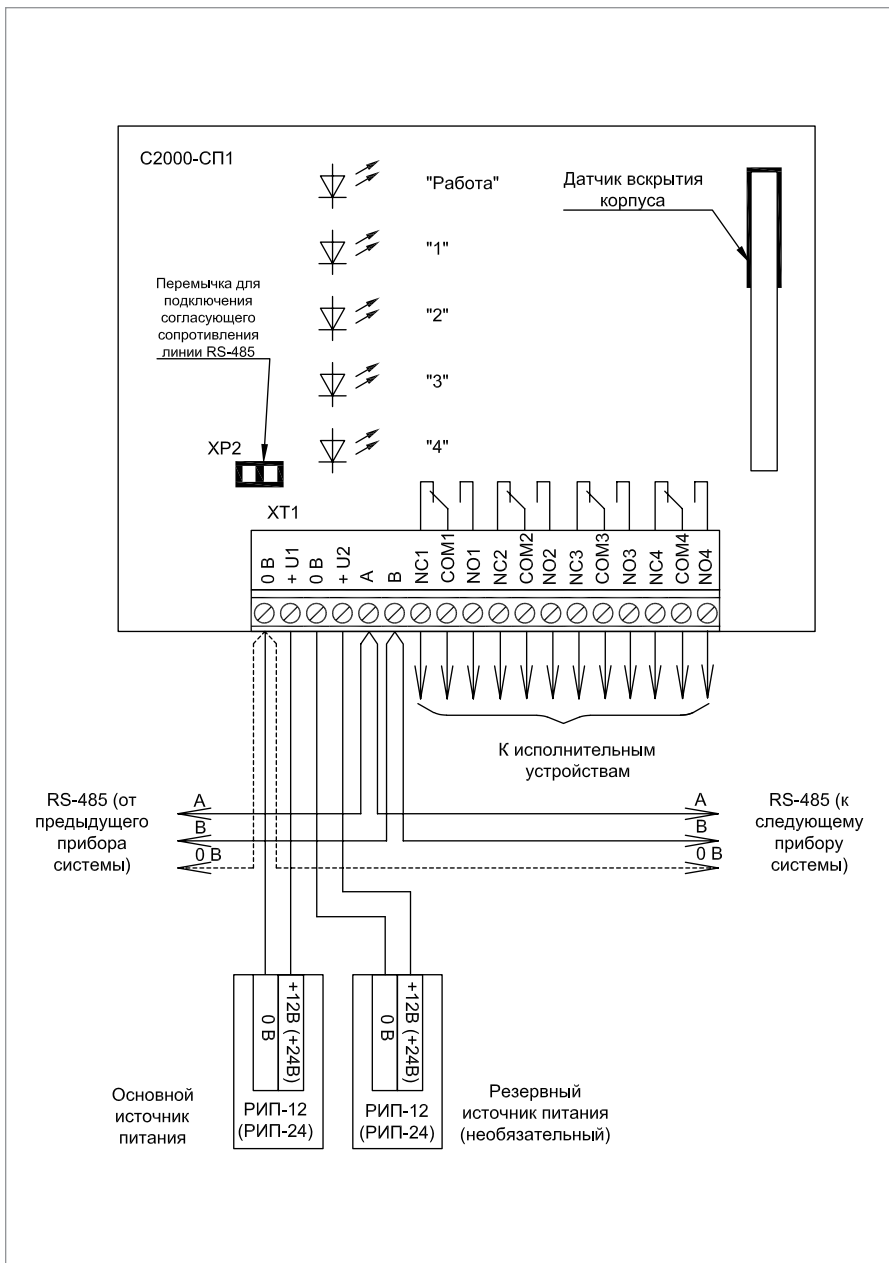
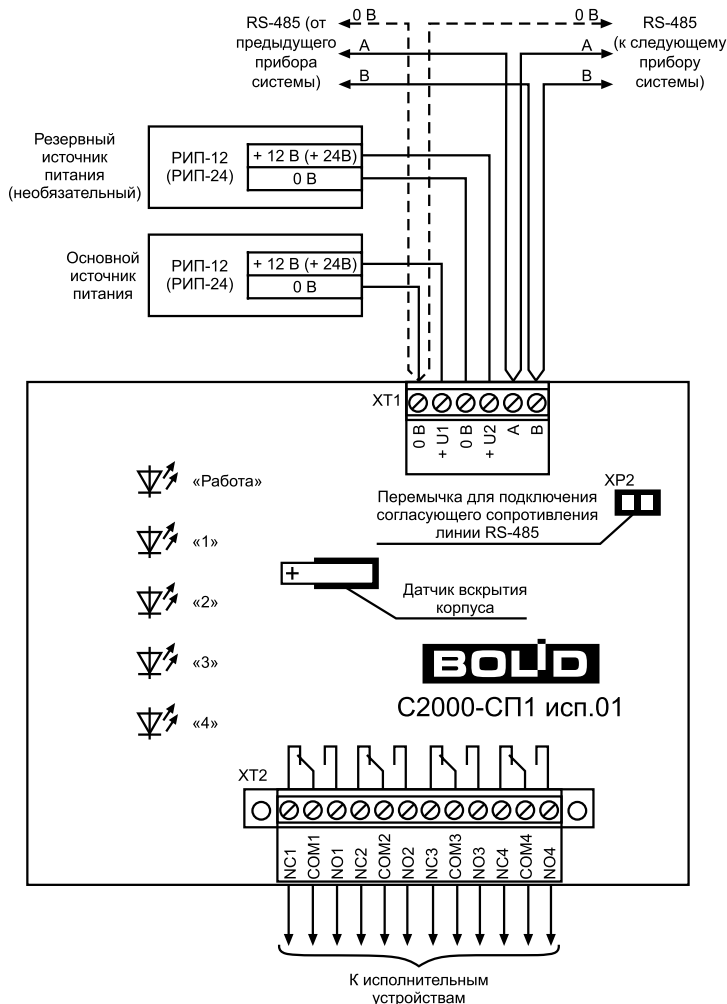

Рисунок 11. Схема внешних соединений блока C2000-СП1
Рисунок 12. Схема внешних соединений блока C2000-CP1 исп.01
4. Схема подключения блока С2000-СП1 приведена на Рисунок 11, схема подключения блока С2000-СП1 исп.01 приведена на Рисунок 12.